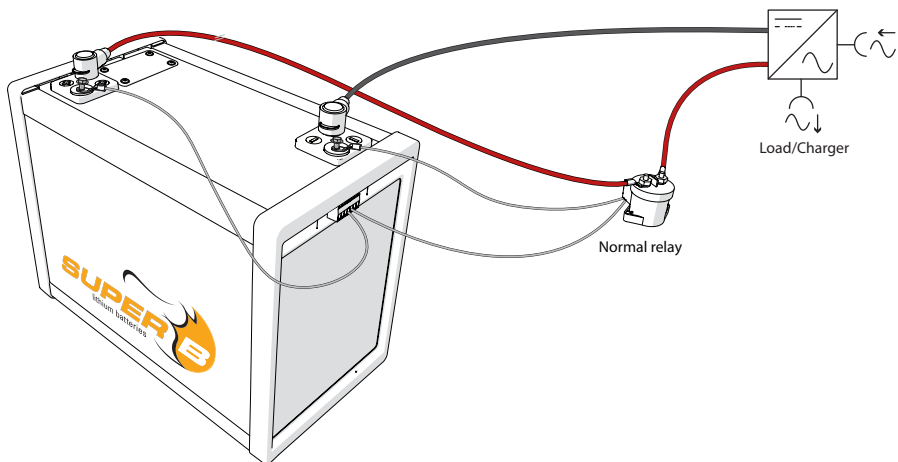

Figure 12. Sécurisation des cache-bornes
4. Raccorder la borne - à la batterie. Ne pas raccorder la borne - en premier ceci peut entraîner des risques de courts-circuits (figure 12).
6. Mettre les cache-bornes en place sur les câbles de raccordement (voir figure 12).